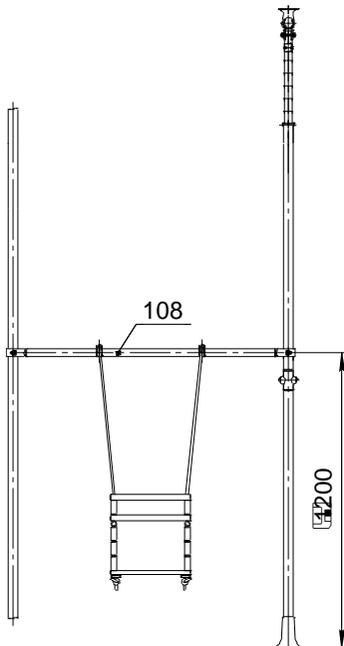

Рис.8
3.7.2 Собрать навесное и встраиваемое оборудование согласно указаниям о сборке в паспорте на это оборудование. Максимальная высота установки связи поз.108 при навеске качели – 1200 мм (рис.8)